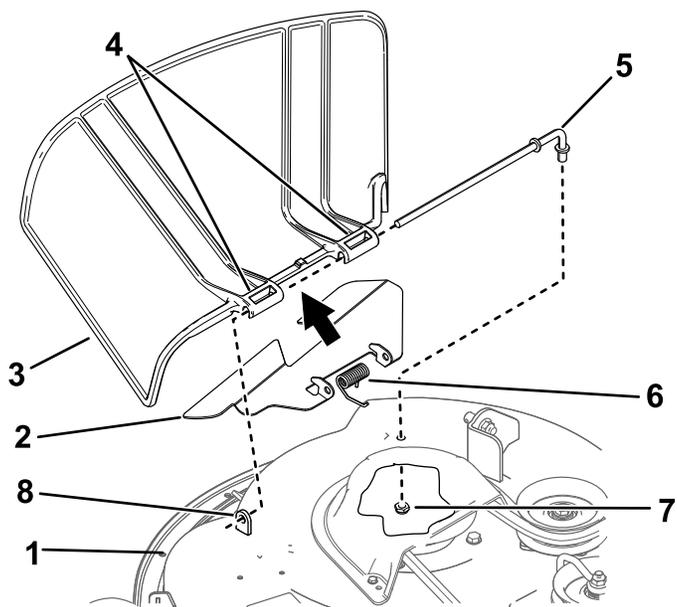

Figure 72
1. Retirez l'écrou ( $\frac{3}{8}$ " ) de la tige, sous le plateau de coupe (Figure 72).
- Sortez la tige de la courte cheville de positionnement, du ressort, du petit déflecteur et du déflecteur d'herbe (Figure 72).
- Posez les nouveaux déflecteur d'herbe et petit déflecteur (Figure 72).
- Insérez la tige dans le petit déflecteur et dans le second support du déflecteur d'herbe (Figure 72).
- Fixez l'extrémité arrière de la tige dans le plateau de coupe à l'aide d'un écrou ( $\frac{3}{8}$ " ), comme montré à la Figure 72.